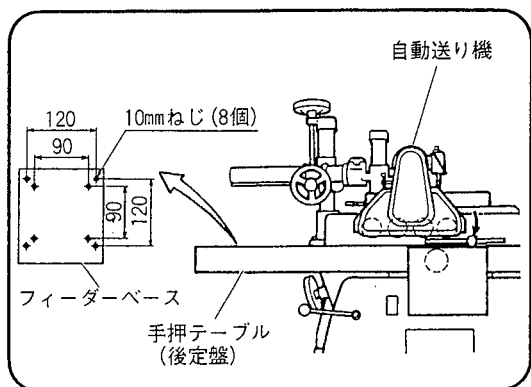

図 51
- (1) タンシカバー取付けねじをお手持ちのプラスドライバーでゆるめタンシカバーをはずします。
- (2) 自動送り機のコードはタンシカバーに付いているナイロンクリップに通し、タンシカバーの穴に入れます。
- (3) コードの赤線がR相、白線がS相、黒線がT相となるように接続します。
**注** ● このとき自動送り機の送材ローラが図 51 の矢印の方向にまわることを確認してください。
- (4) タンシカバーを取付け、コードをナイロンクリップで固定します。